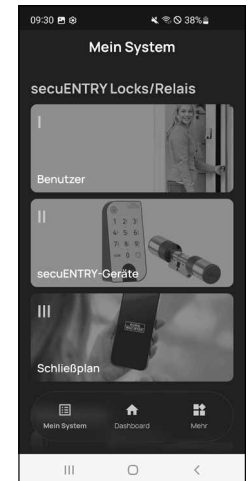

Abb. 8
- 8 Sie können das Menü (*I - Benutzer*) nun verlassen. Kehren Sie in das Menü „Mein System“ zurück (Abb. 8).